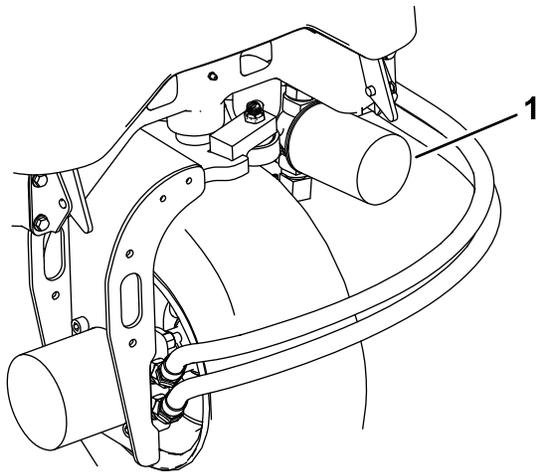

Bild 63
- Reinigen Sie den Anbaubereich des Filters, stellen Sie eine Auffangwanne unter den Filter und entfernen den Filter (Bild 63).
- Klemmen Sie die Hydraulikölleitung ab oder entfernen den Hydraulikölfilter und lassen das Hydrauliköl in ein Auffanggefäß ablaufen (Bild 63 und Bild 64).